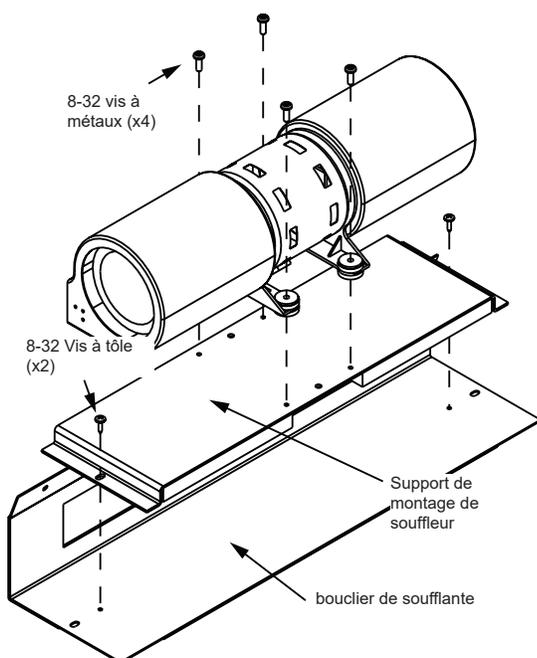

Figure 24.2
6. Avec un tournevis à tête cruciforme, retirez les deux vis autotaraudeuses 8-32 maintenant le support du ventilateur à son protecteur (**Figure 24.2**).